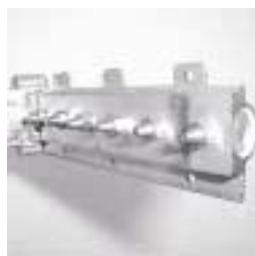

Рис. 1
10. Заменить форсунки (Рис. 1).